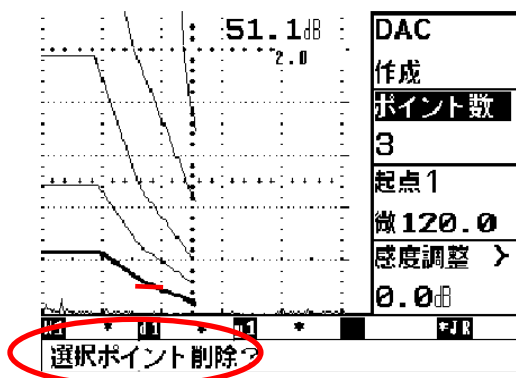

図 9 DAC の修正
- ①起点 1 表示横の **←** キーを押し、消したいポイントのところにゲートを合わせ、ポイント数の横の **←** キーを押し、右ダイヤルを手前に回すと“**選択ポイント削除？**”のメッセージ(図 9 参照)が表示される。**確定** キーを押すとそのポイントが削除される。次に、修正したいポイントの最大エコーを検出して、そのエコーにゲートを掛けて **確定** キーを押せば目的のポイントに修正される。